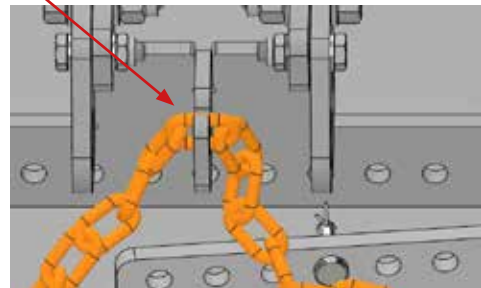

Abb. 70. Detail Baggeraufhängung Kette
3. Die Kette um die erforderliche Anzahl von Kettengliedern versetzen und wieder in die Aufhängung einhängen (s. Abb. 70).